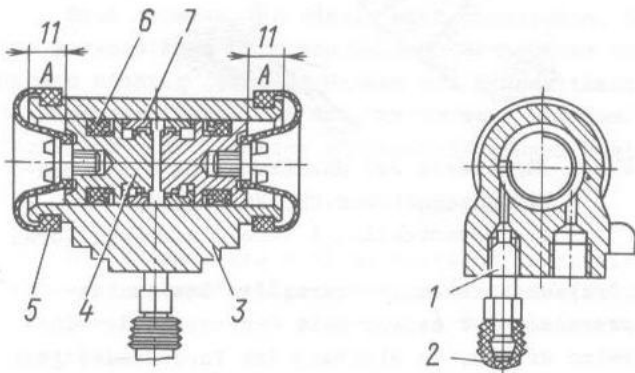

Bild 6-23. Hinterradbremsszylinder:
- Kolben 4 (Bild 6-23) bei Einsatz von Bremsbacken mit neuen Bremsbelägen in die Ringe 7 bis zu merkbarem Anschlag drehen und die Kolben in Radzylinder bis zum Anschlag aneinander schieben, dabei das Maß A einhalten. Das Verschieben erfolgt mit einem Hammer mit leichtem Klopfen auf einen Holzdorn.
- Schutzkappen 5 (siehe Bild 6-23) von Zylinder abnehmen und mit einem in die Nut des Tragschafes gesteckten Schraubenzieher die Kolben gegen den Uhrzeigersinn herausdrehen, danach Kolben aus Zylinderraum herausbringen;
(oder mit leichten Hammerschlägen auf einen Holzdorn) bis zum Anschlag der Kolben aneinander einzutreiben und dabei das Maß A (siehe Bild 6-23) einzuhalten. Der Schlitz der Tragstifte der Kolben soll dabei parallel zur Anlagefläche des Zylinders sein.